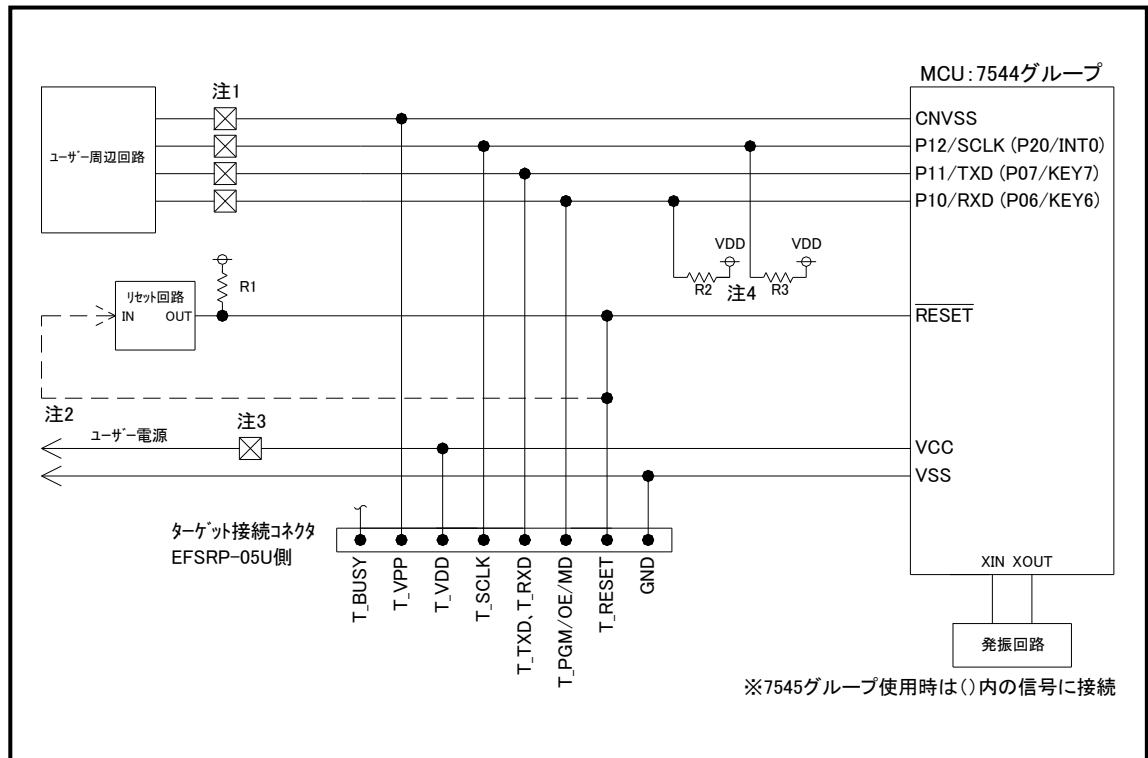

図3.1 ターゲットMCU周辺回路例
(1) 7544/7545グループ使用時のターゲットMCU周辺回路例を図3.1に示します。